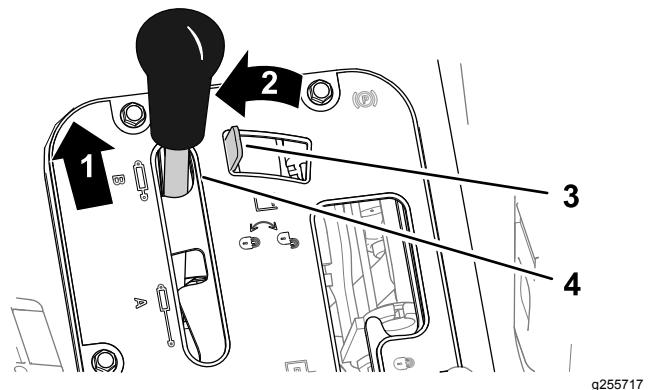
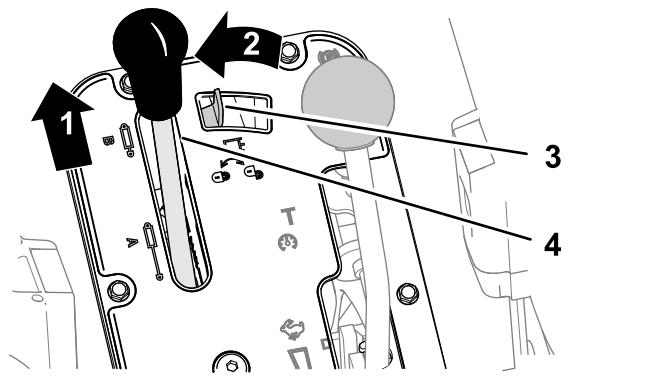

Figura 80
Figura 81
1. Spingete in avanti la leva di sollevamento idraulico (Figura 80 o Figura 81).
| 2. Spostate il bloccaggio del sollevamento idraulico a sinistra per innestare il bloccaggio (Figura 80 o Figura 81). |